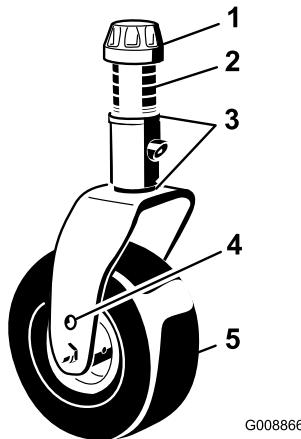

Figura 29
- Retire el casquillo tensor del eje de la rueda giratoria (Figura 29) y retire el eje del brazo de la rueda giratoria. Coloque dos suplementos (3 mm) en el eje de la misma forma que en la instalación original. Coloque el número necesario de espaciadores de 13 mm en el eje para obtener la altura de corte deseada.